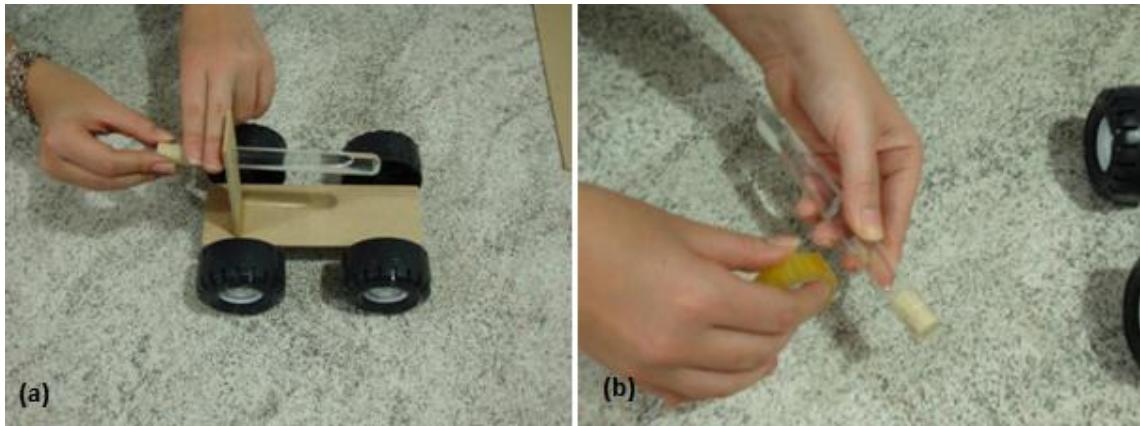

Figura 9. Encaixar o tubo de ensaio no suporte.
- 9) Em seguida, encaixar o tubo de ensaio com água no furo feito no suporte, deixando 2 dedos antes do furo, conforme a figura 9.a. Tomar cuidado para que não haja inclinação no tubo de ensaio.
Obs: Caso o tubo não fique bem preso no suporte, pode-se colocar fita adesiva em volta do tubo até que fique da espessura correta (figura 9.b).